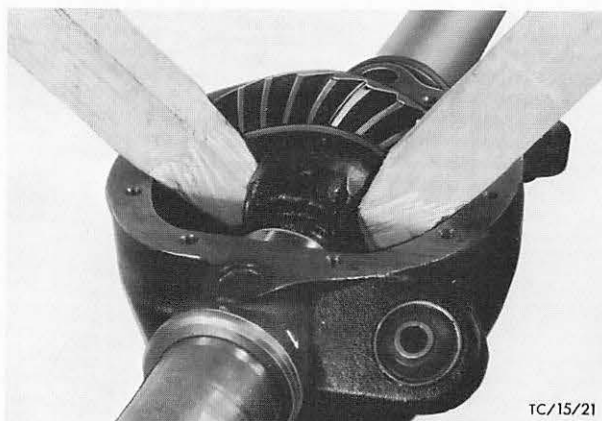

Abb. 51 Gehäuse – Ausgleichgetriebe herausheben
2. Beide Lagerdeckel – Ausgleichgetriebe abbauen (4 Schrauben) und Ausgleichgetriebe mit zwei angespitzten Vierkanthölzern aus dem Achsgehäuse heben. Abb. 51.